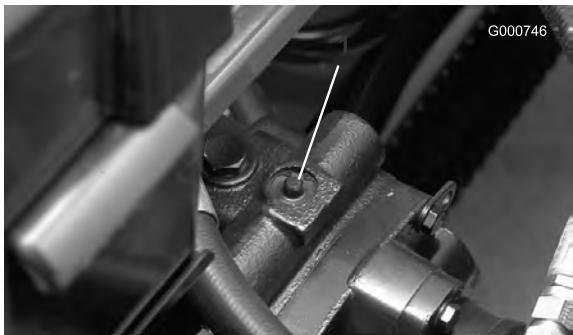

図 39
1. バイパス・バルブは可変吐出ポンプ（図 39）の上部に取り付けられている。バルブを右または左に 90° 回転させると内部でバイパスが形成される。これにより、トランスミッションを破損することなく、機械を押して低速で移動できるようになる。